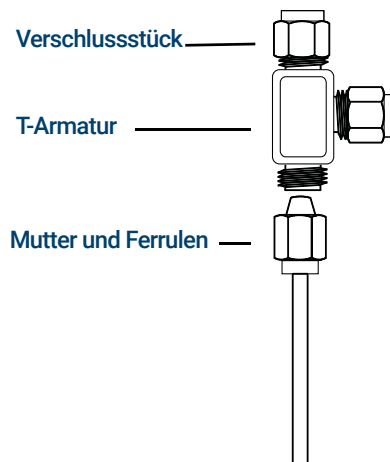

Abbildung 58. Swagelok-T-Stück
- 1** Schneiden Sie die Leitung dort durch, wo Sie das T-Stück installieren möchten. Verbinden Sie Leitung und T-Stück mit einer Swagelok-Armatur. Siehe **Abbildung 58**.